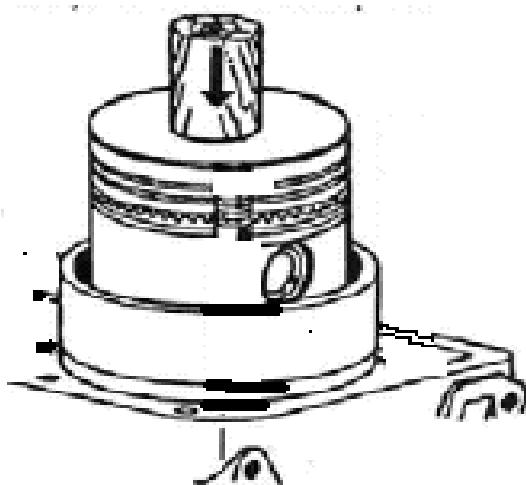

Рисунок 75. Установка поршня с кольцами в цилиндр
– с помощью специальной оправки с внутренней конусной поверхностью сжать кольца и вставить поршень в цилиндр (рис.75).